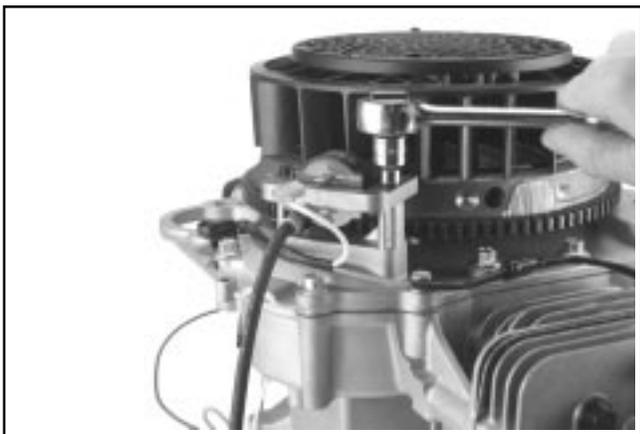

Figure 8-21. Dépose du module d'allumage.
4. Retirer les deux vis hexagonales et le module d'allumage. Voir la Figure 8-21.